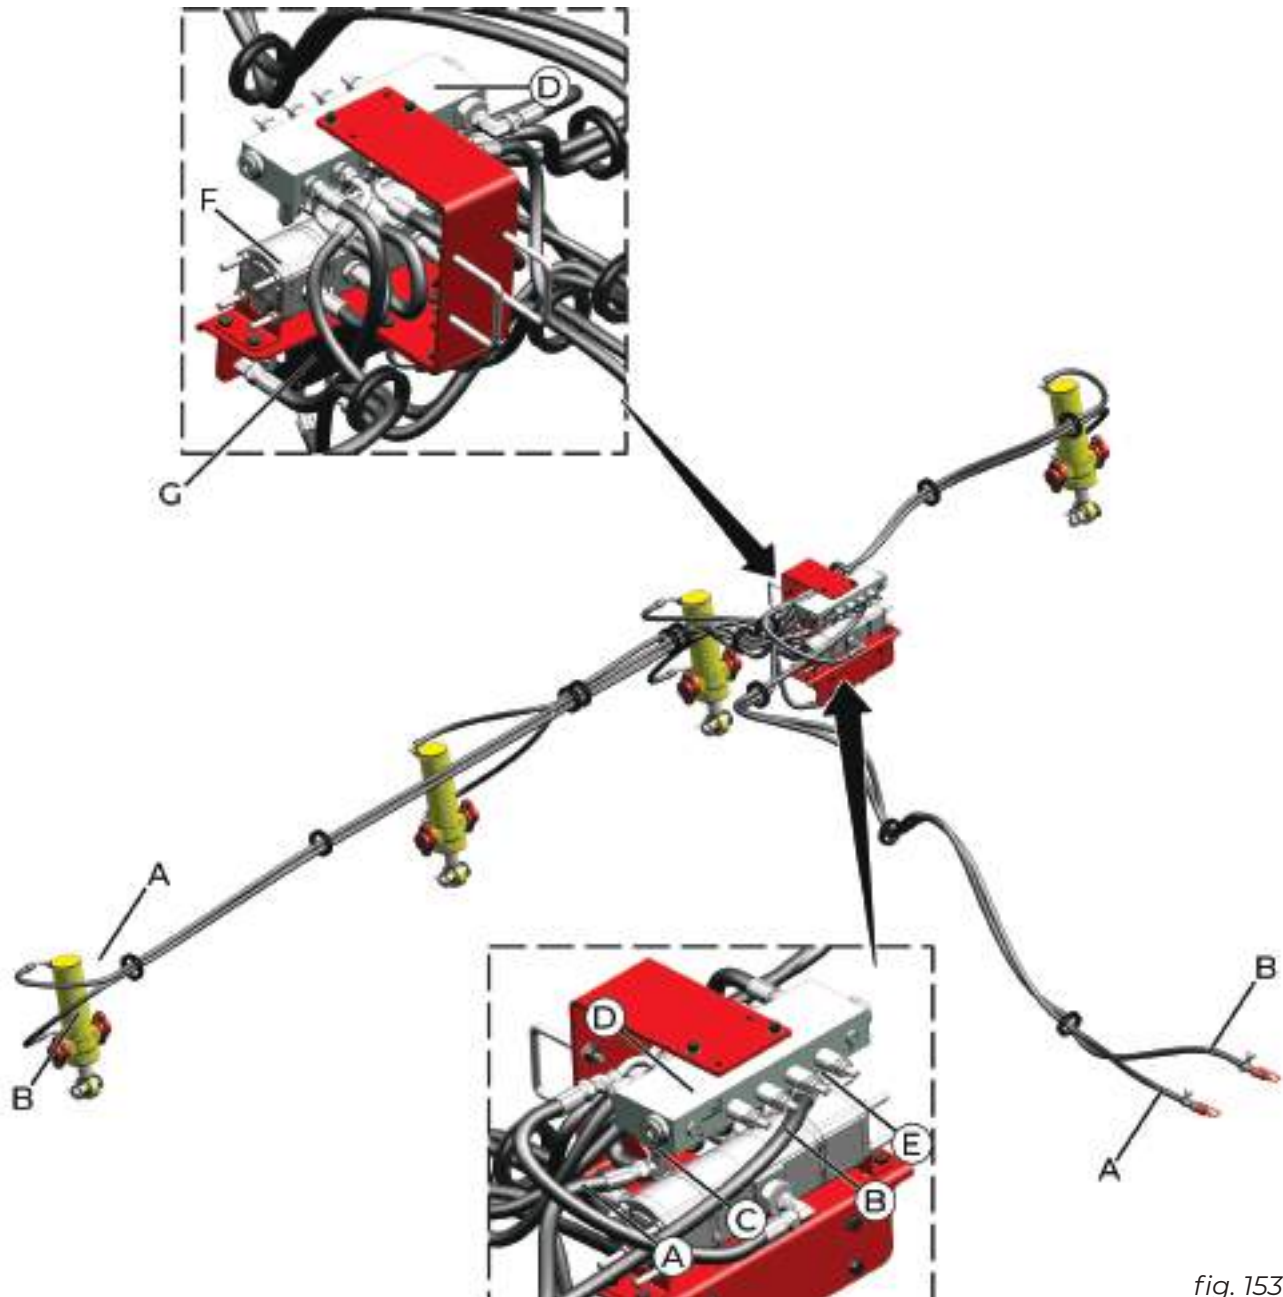

fig. 153
Conecte a mangueira (A) na pressão do trator (*fig. 153*).